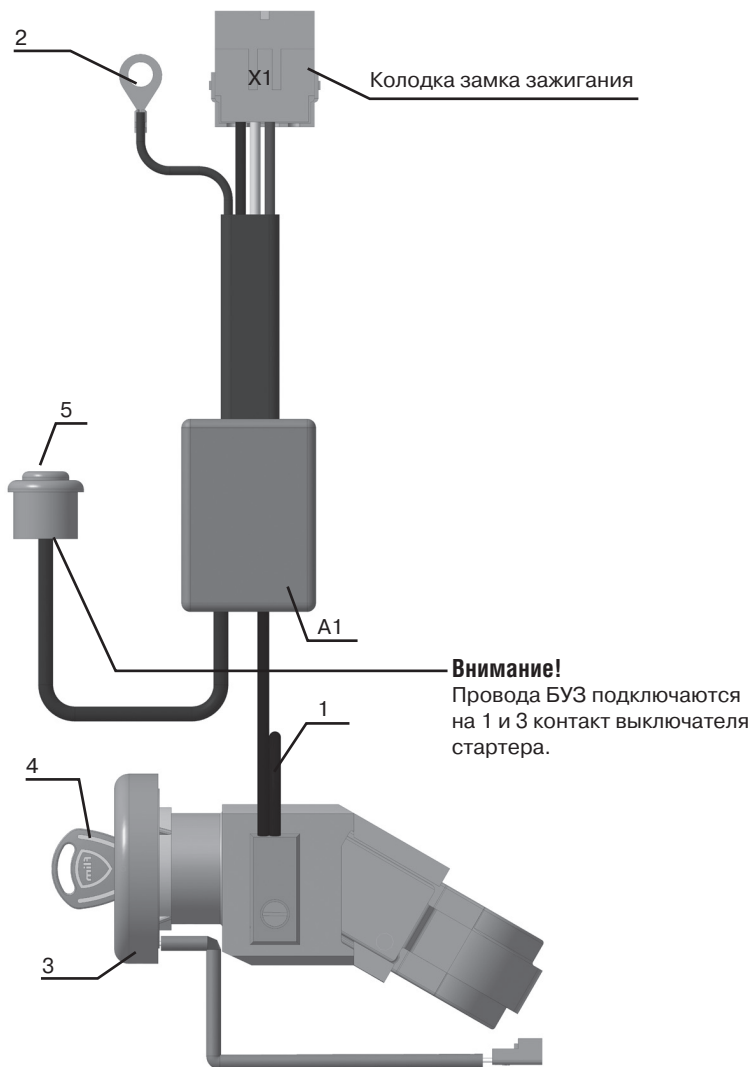

### Рис. 6
Включение и выключение силовой электрической цепи зажигания и стартера осуществляется двумя реле в блоке управления зажиганием (рис. 6, рис.7 поз. А1), и управляется посредством вращения ключа замка (рис. 6, рис7 поз. 4) и кнопки выключателя стартера (Рис.6, рис. 7 поз. 5).
**6.1.** Перед подключением разъёма Х1 блока управления зажиганием, необходимо подключить массу блока колодка 2 (рис. 6,7).
**6.2.** Схему соединений и обозначение электрических компонентов смотрите на рисунке 6,7. Колодку Х1 (рис. 6,7) от блока управления зажиганием А1, подключите к ответному разъему жгута автомобиля.